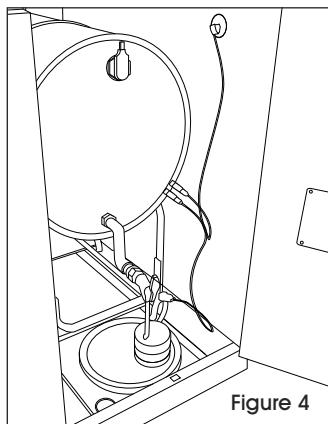

Figure 4
- Pour la mise à la terre intérieure de l'armoire lors de la distribution de liquides, il est important d'assurer une bonne continuité électrique par l'intermédiaire d'un contact métal sur métal des câbles de mise à la terre. (Voir Figure 4)